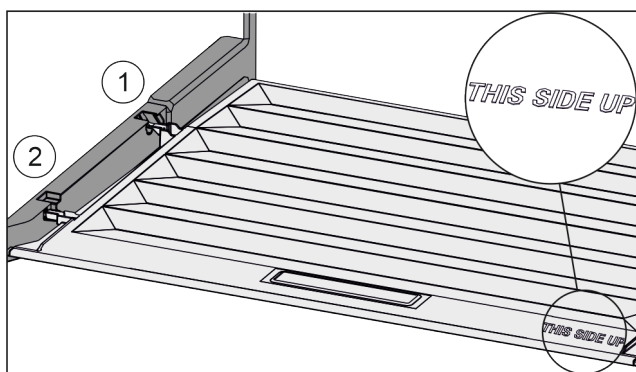

Fig. 85
- ▶ Výstupky veka zavedte cez otvor zadného držiaka Fig. 85 (1) a zaistite vpredu v držiaku Fig. 85 (2).